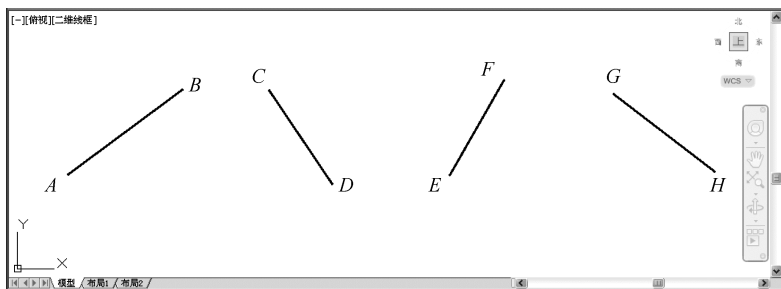
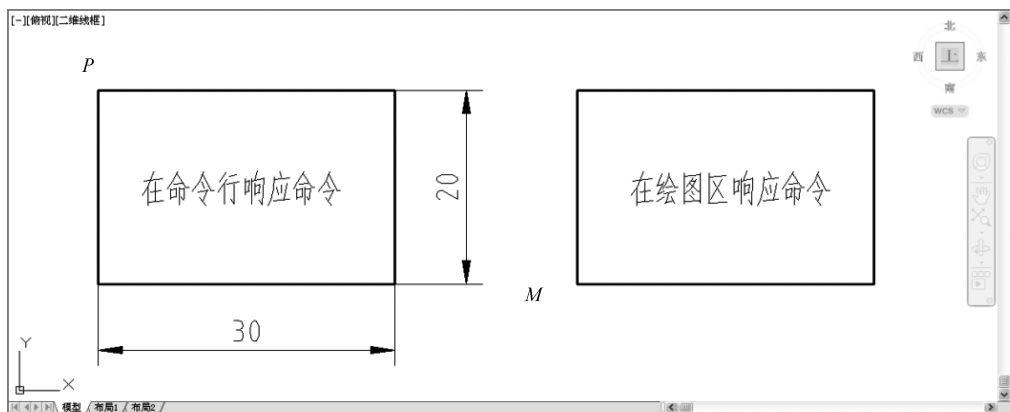
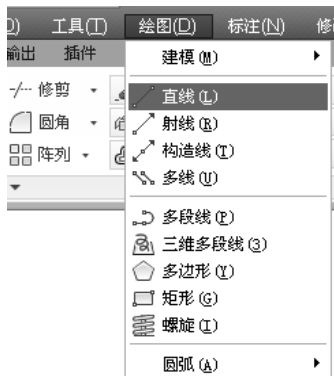

图 1-22 采用 4 种方法启动“直线”命令绘制线段
图 1-23 采用两种方法响应“矩形”命令绘制矩形
图 1-24 “绘图”菜单
本任务要求采用 4 种方式启动“直线”命令，绘制任意 4 条线段，如图 1-22 所示；采用 2 种响应命令的方法绘制同一尺寸的矩形，如图 1-23 所示。主要涉及命令的启动方法、响应方法及命令的重复等操作。
在功能区“默认”选项卡中的“绘图”面板上单击  按钮，启动“直线”命令→在绘图区任意位置单击（图 1-22 所示点  $A$  处），指定直线第一点→在绘图区任意位置单击（图 1-22 所示点  $B$  处），指定直线第二点→按 Enter 键结束命令。
在命令行输入“LINE”，启动“直线”命令→在绘图区任意位置单击（图 1-22 所示点  $C$  处），指定直线第一点→在绘图区任意位置单击（图 1-22 所示点  $D$  处），指定直线第二点→按 Enter 键结束命令。
(2) 绘制线段  $EF$ 。选择“绘图”→“直线”命令，如图 1-24 所示，启动“直线”命令→在绘图区任意位置单击（图 1-22 所示点  $E$  处），指定直线第一点→在绘图区任意位置单击（图 1-22 所示点  $F$  处），指定直线第二点→按 Enter 键结束命令。
(2) 绘制任意线段  $GH$ 。单击“绘图”工具栏中的  按钮，启动“直线”命令→在绘图区任意位置单击（图 1-22 所示点  $G$  处），指定直线第一点→在绘图区任意位置单击（图 1-22 所示点  $H$  处），指定直线第二点→按 Enter 键结束命令。
- (1) 在功能区“默认”选项卡的“绘图”面板上单击  按钮，启动“矩形”命令。
- (2) 在绘图区任意位置单击（图 1-23 所示点  $P$  处），确定矩形的第一个角点。
- (3) 移动鼠标，当命令行出现“指定另一个角点或 [面积(A)/尺寸(D)/旋转(R)]:”时，输入“d”，按 Enter 键选择“尺寸(D)”选项，确定采用“尺寸”方式绘制矩形。
- (4) 当命令行出现“指定矩形的长度<50.0000>:”时，输入“30”，按 Enter 键确定矩形的长度。
- (5) 当命令行出现“指定矩形的宽度<30.0000>:”时，输入“20”，按 Enter 键确定矩形的宽度。
(6) 当命令行出现“指定另一个角点或 [面积(A)/尺寸(D)/旋转(R)]:”时，在绘图区适当位置单击（如点  $P$  的右下角），确定矩形的放置位置。绘制完成后如图 1-23 所示。
- (1) 在状态栏单击  按钮，打开“动态输入”功能。
- (2) 在功能区“默认”选项卡中的“绘图”面板上单击  按钮，启动“矩形”命令。
- (3) 移动鼠标到绘图区，光标旁出现动态提示，在绘图区任意位置单击（图 1-23 所示点  $M$  处），确定矩形的第一个角点。
(7) 在绘图区适当位置单击 (如点 *M* 的右上角), 确定矩形的放置位置。绘制完成后如图 1-23 所示。